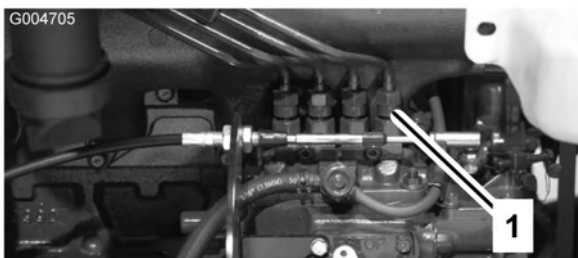

Bild 53
1. Lockern Sie den Leitungsanschluss an der Einspritzdüse Nr. 1 und am Halter an der Einspritzpumpe (Bild 53).